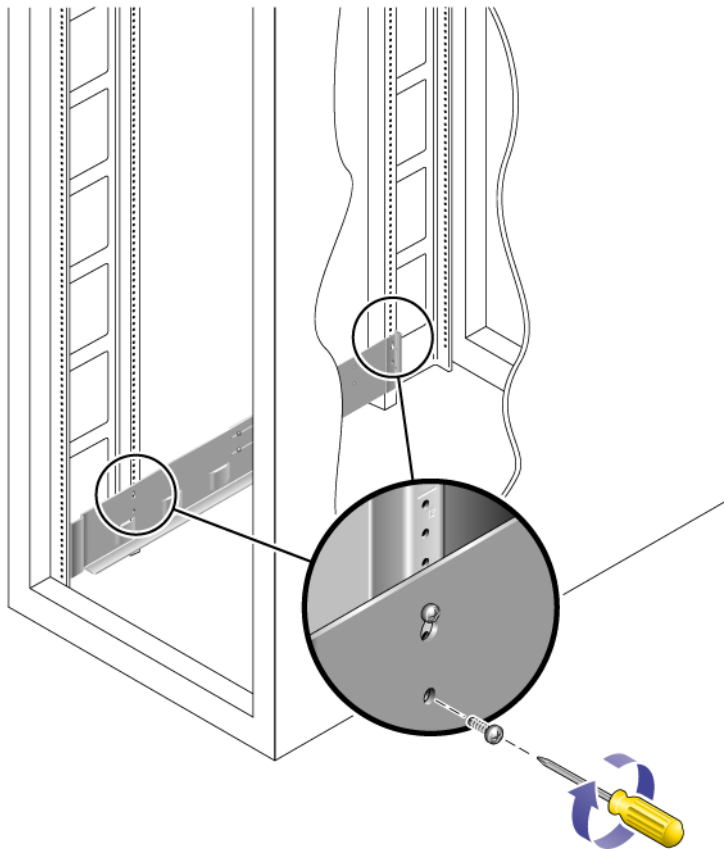

FIGURE 2-22 Insertion des vis dans les trous de montage latéraux inférieurs de l'armoire
4. À l'aide du tournevis cruciforme n° 2, introduisez deux vis 10-32 dans les trous de montage latéraux inférieurs du rail (voir FIGURE 2-22).